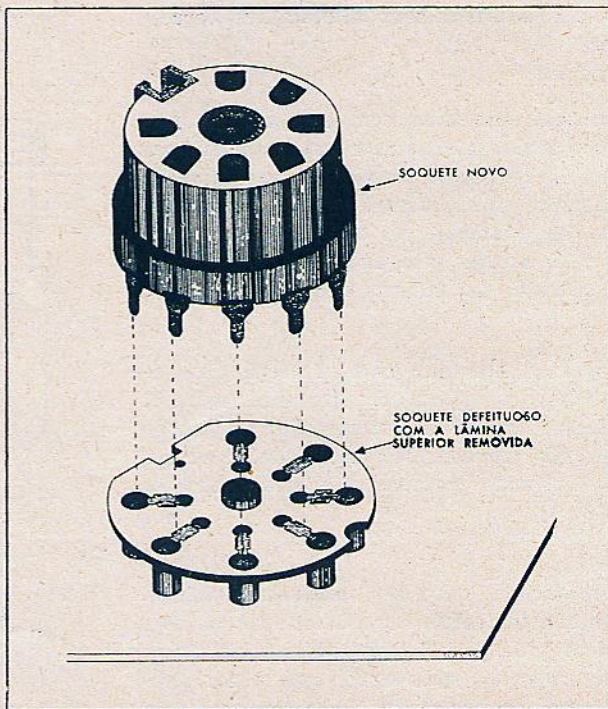

Fig. 4 — Conserto do painel sem a retirada completa do soquete defeituoso, pelo uso de um soquete de tipo especial, para circuitos impressos.
Fig. 4 — Na gravação lateral-vertical comum, a agulha gravadora faz movimentos verticais e horizontais, ao mesmo tempo (A). No processo "Westrex", ambos os planos de movimento foram inclinados por 45 graus, a fim de conseguir igualdade de condições para ambos os canais gravados.
Um meio conveniente de substituir o tipo comum de soquete de fibra, é o mostrado na fig. 4. Retira-se a lâmina superior do soquete defeituoso (deixando expostos os contactos) e coloca-se um soquete especial para circuitos impressos, introduzindo seus termi-